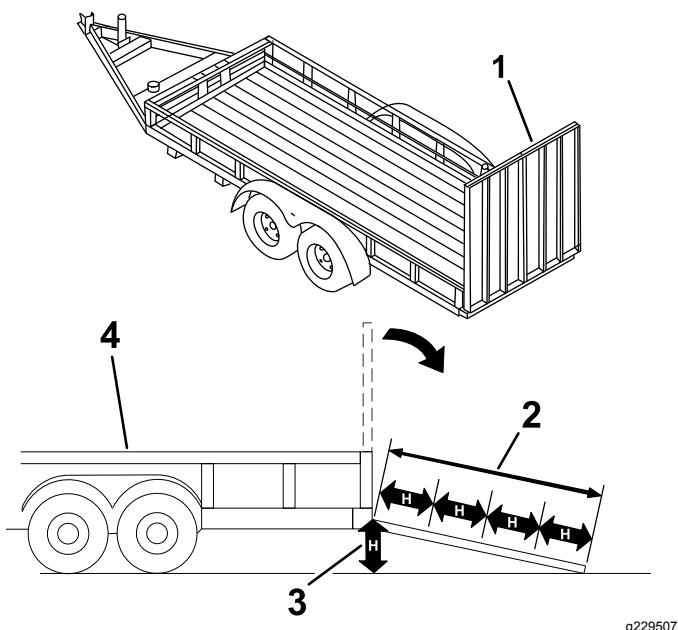

Figura 19
El cargar la máquina en un remolque o un camión aumenta la posibilidad de un vuelco y podría causar lesiones graves o la muerte (Figura 19).
3. Baje la rampa (Figura 19).